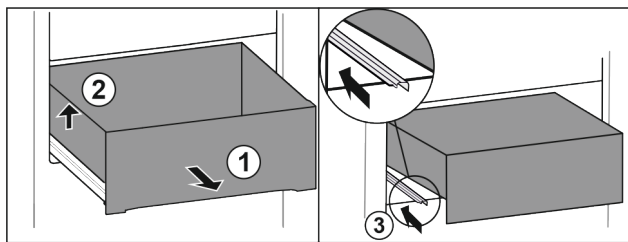

Fig. 34
- ▶ Vytáhněte zásuvku až na doraz. Fig. 34 (1)
- ▶ Nadzvedněte zásuvku vlevo. Fig. 34 (2)
- ▶ Zasuňte levou kolejničku. Fig. 34 (3)